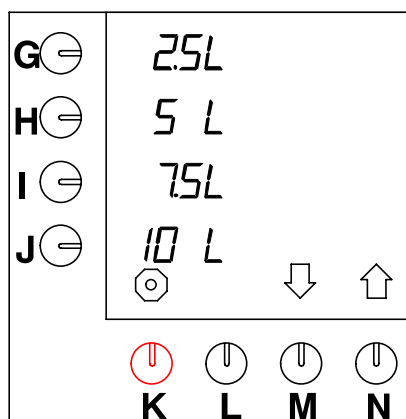

Fig. 23 Standaard voorkeuzetoetsen
- Druk op selectietoets (N.)↑ tot fig. 23 in het display verschijnt.